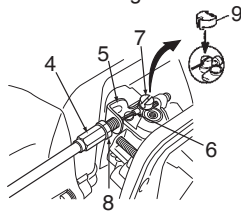

Fig. 5
Conecte el extremo del alambre del acelerador (6) al carburador (7) y coloque la caperuza de pivote (9). (Fig. 5)